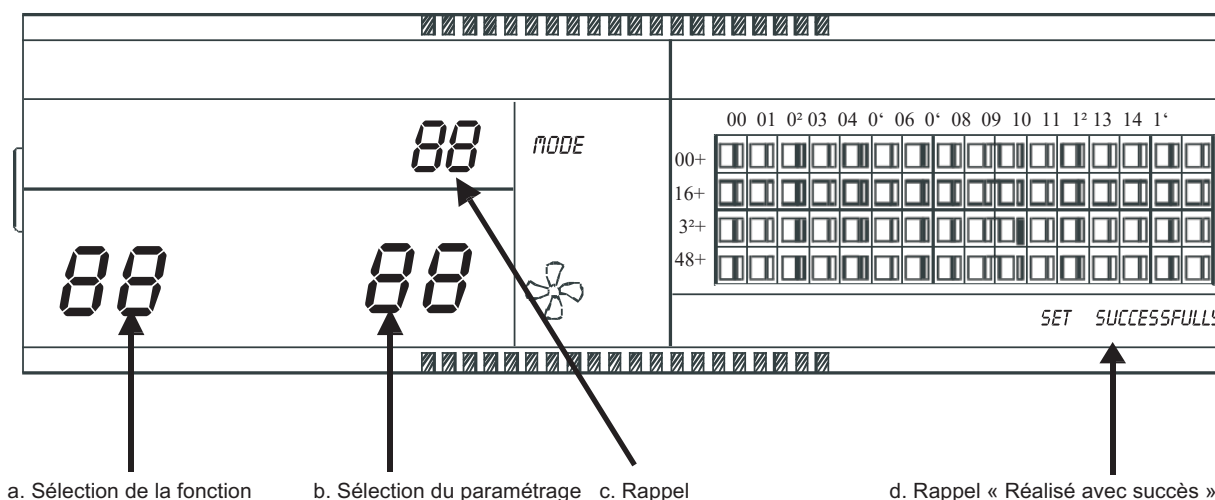

Fig 2.9 Le filet du filtre ajouté à la fonction poussière implique de présenter les contenus
- Mettre le code 3 sur « ON », sélectionner le « dispose d'une fonction optionnelle » faisant référence au tableau 2.1, puis allumer le dispositif de contrôle centralisé, dans la minute suivante appuyer sur la touche « QUERY » et la maintenir appuyée, puis appuyer sur la touche « FAN » et entrer les paramètres de fonction optionnels. Le choix de la fonction représenté par un double huit (Fig.2.9 a) sera affiché avec une fréquence de 1 Hz (affichage par défaut 00), et affichera le code de fonction optionnel (voir tableau 2.2). Appuyer sur les touches « INC » et « DEC » pour sélectionner la fonction, puis appuyer sur la touche
- Après avoir entré la sélection des paramètres, la sélection de la fonction représentée par un double huit sera éclairée, la sélection du paramètre représenté par un double huit (Fig.2.9 b) sera éclairée à une fréquence de 1 Hz, et affichera le code de paramètre optionnel. Appuyer sur les touches «  » et «  » permet de sélectionner le paramètre détaillé.
- Après avoir réussi le paramétrage, le choix de la fonction représentée par un double huit sera allumé, et l'écran affichera « Configuration réussie » (Fig. 2.9 d). Après 3 secondes, l'écran sortira automatiquement du paramétrage de la fonction optionnelle. L'écran reviendra à l'affichage normal.